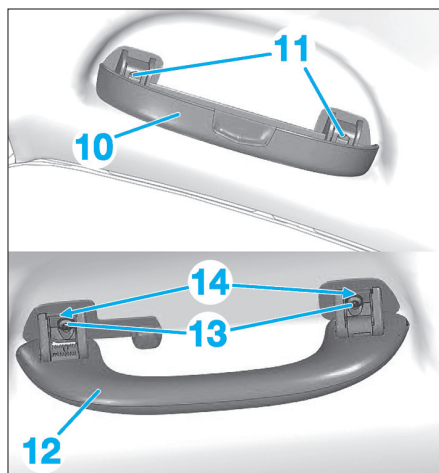

Fig. 69
- Ouvrir le porte-lunette (10), puis déposer les vis (11) (Fig.69).
- En maintenant la poignée (12), dégrafer les caches articulés en (14).
- Déposer les vis de fixation (13).